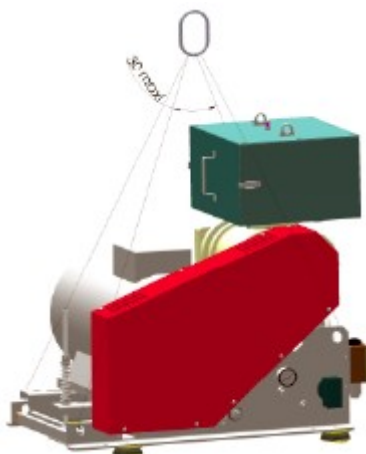

Рисунок 3 - Подъем агрегата со снятым корпусом
- Пользуясь вилочным погрузчиком или краном, снимите агрегат, как показано на рис. 3 или 4.